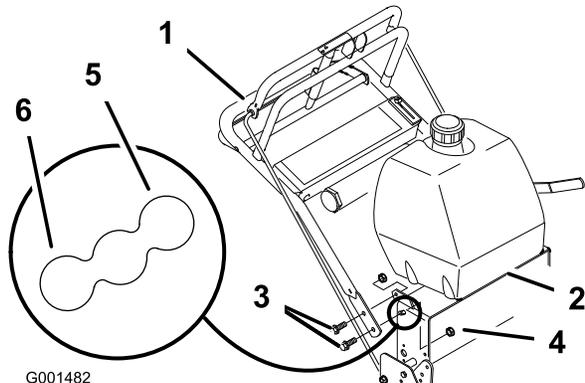

Figure 21
2. Desserrez les boulons à embase supérieurs (1) et l'écrou à embase de fixation du guidon au bâti arrière (Figure 21).
3. Retirez les boulons à embase inférieurs ((3/8 x 1 pouce)) et les écrous à embase de fixation du guidon au bâti arrière (Figure 21)